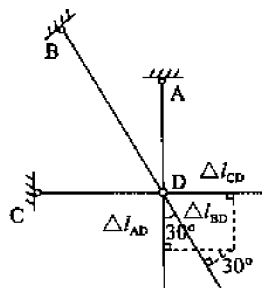

图 2-36
解 (1) 对节点 D 的变形协调条件进行分析如图 2-36 所示。若杆 1，杆 2，杆 3 的应变分别是 $\epsilon_1, \epsilon_2, \epsilon_3$ ，则：
从图 2-36 中的几何关系得到：